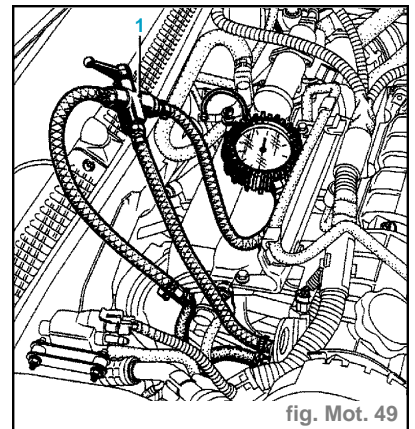

fig. Mot. 49
- Mettre en place la vanne trois voies (1) en dérivation du **Mot. 1311-01** et raccorder le manomètre **0 ; + 10 bar** (fig.Mot. 49).